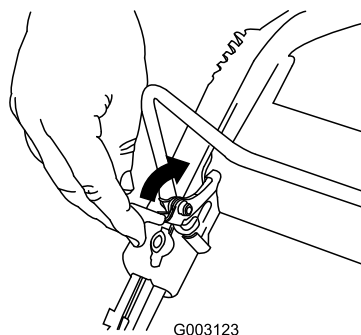

Figura 29
1. Tirate indietro il dispositivo di bloccaggio della barra di comando (Figura 29).